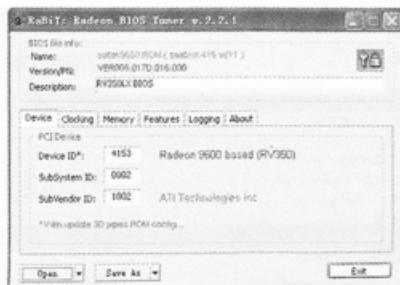

图 3-56 打开文件的界面
(1) 单击“Open”按钮，打开 DOS 下备份好的 ROM 文件，如图 3-56 所示。